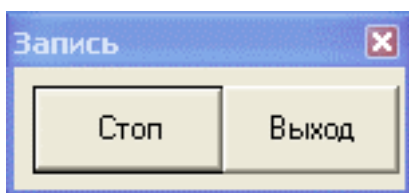

Рисунок 3
4.10 ПП представляют собой два ультразвуковых датчика (смотри рисунок 3 приложения Б) «Датчик 1», работающий в качестве излучателя ультразвуковых колебаний, и «Датчик 2», работающий в качестве приемника. ПП выполнены с преломляющими ультразвук пластмассовыми призмами, содержащими стандартные пьезоэлектрические преобразователи.
внутренний диаметр 100 мм при расходе 20,4 м³/час. После нажатия кнопки «Сохранить», начинается запись сигнала (Рисунок 3).